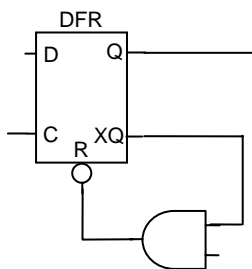

図 9-3 遅延を利用したパルス発生回路の例
3. 回路の遅延を利用したパルス発生回路がない。(図 9-3 参照)